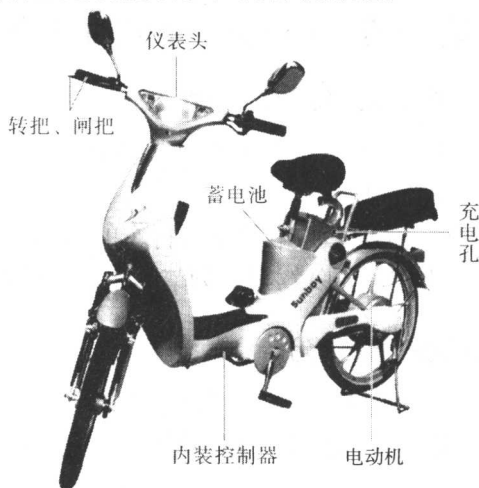

图 1-2 多功能型电动自行车
2. 多功能型 见图 1-2, 这种电动自行车是在标准型电动自行车基础上增加前照灯、电喇叭、前叉减振器和坐垫减振器等, 其特点是功能较多, 骑行较舒适。